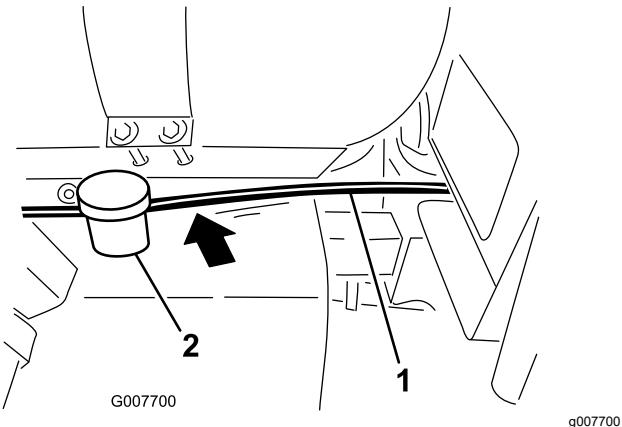

Figura 6
1. Enrute los tubos de densidad de la espuma de 4,9 m hacia adelante desde el depósito y el soporte del compresor (situado debajo del depósito de productos químicos y detrás del depósito de combustible) por el canal del bastidor de la máquina, y hacia la zona situada debajo de la caja del asiento (Figura 6).